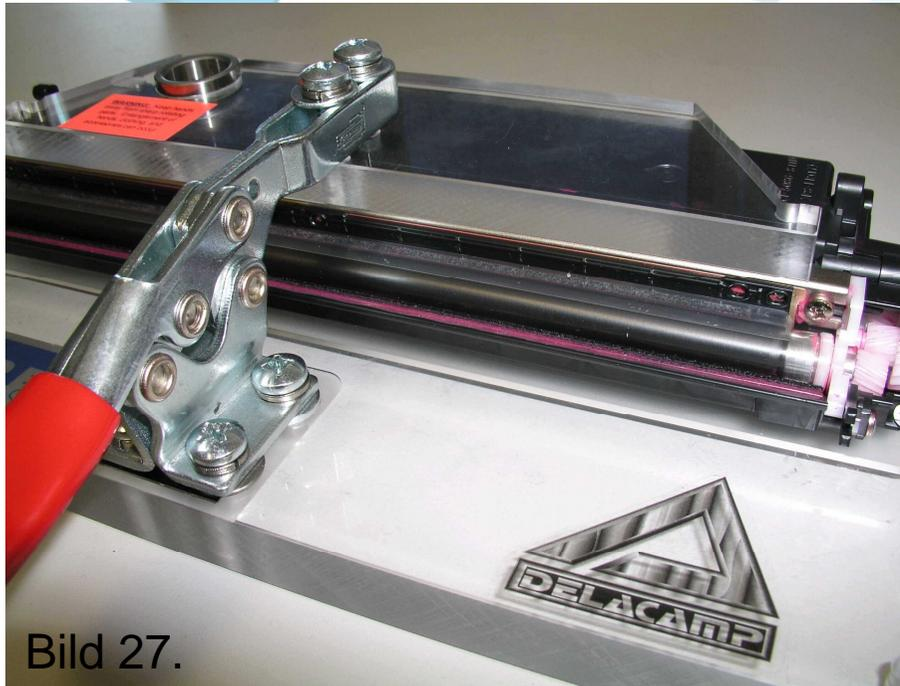

Bild 27.
29. Вставьте тонерный танк в устройство для прижимания и прикрутите **Doctor blade** сначала с левой а потом с правой стороны. **Siehe Bild 27.**